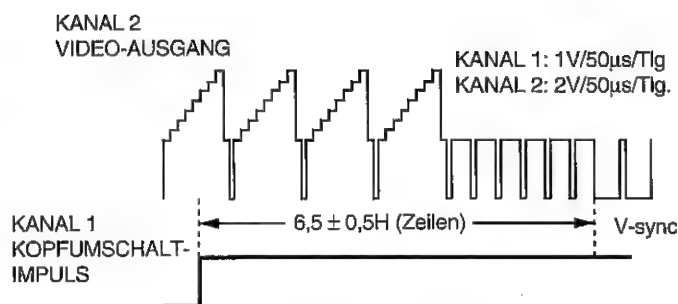

Abbildung 5-2.
6. Die Überprüfung der Wellenform am Oszilloskop gemäß Abbildung 5-2. unmittelbar nach Einstellung des Kopfumschaltpunkts vornehmen.